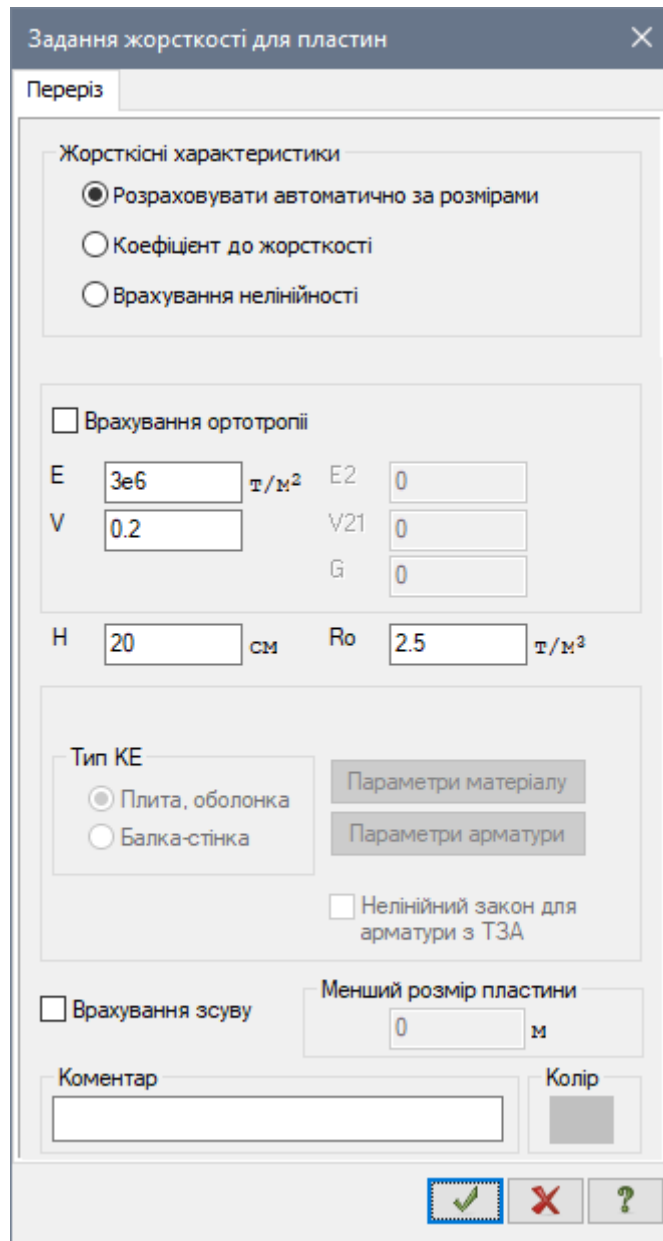

Рис. 4.11. Діалогове вікно Задання жорсткості для пластин
- У вікні **Задання жорсткості для пластин** (рис. 4.11) задайте параметри перерізу **Пластини** (для плити перекриття):